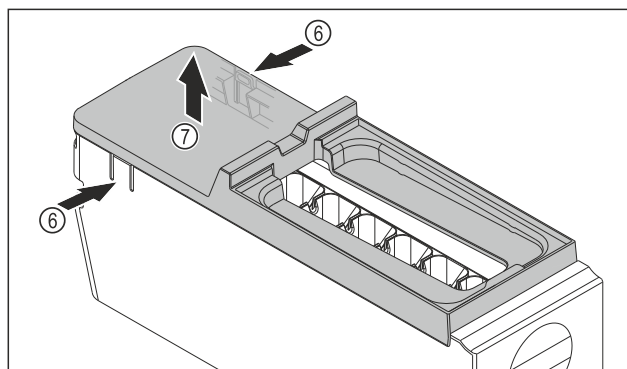

Fig. 118
- ▶ EasyTwist-Ice'i korpuse kate väljavõtmine: Vajutage ühe käega aasu Fig. 118 (6) EasyTwist-Ice'i korpuse mõlemal küljel.
- ▶ Võtke kate Fig. 118 (7) teise käega ülespoole välja.